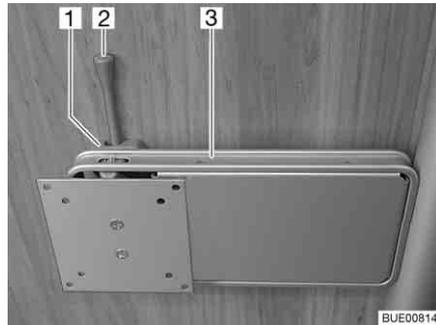

Bild 54 Halterung an Säule
- Den Entriegelungshebel (Bild 54,2) zur Seite drücken und die Halterung (Bild 54,3) mit dem Flachbildschirm in die gewünschte Position drehen.
- Den Flachbildschirm zurückdrehen, bis die Halterung (Bild 54,3) in die Verriegelung (Bild 54,1) einrastet.